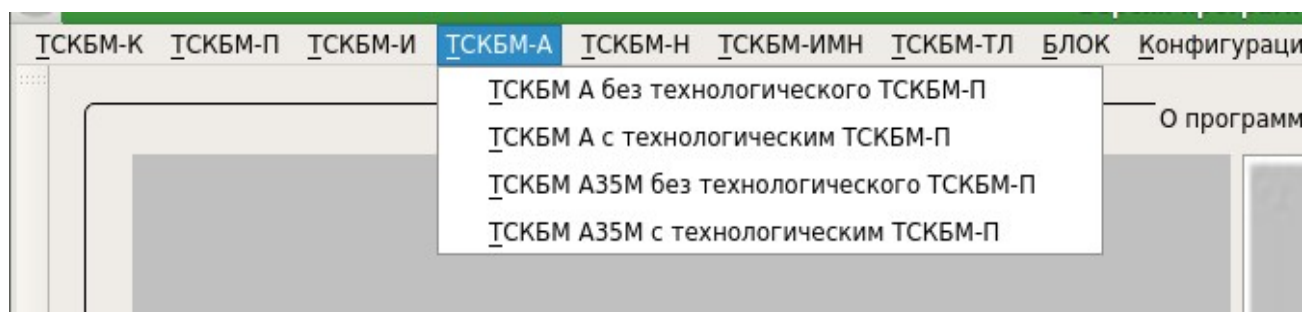

Рисунок 2.4.7.2 – Выбор ТСКБМ-А в меню испытаний программы Board
1) В меню **Испытания** программы Board откройте пункт \ **ТСКБМ-А**, см. рисунок 2.4.7.2.